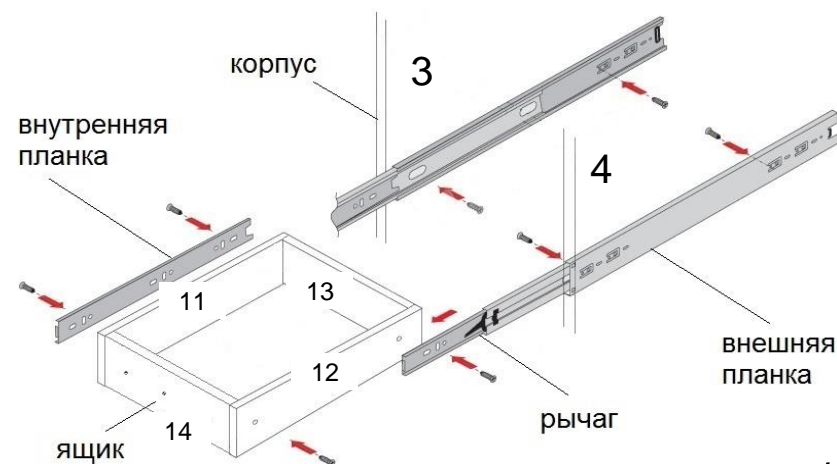

рис. 1
- 1 Возьмите направляющую (д) и потяните до полного выдвижения. Нажмите на рычаг вниз (рис. 1) и отделите внутреннюю планку. Внешние неподвижные планки закрепите шурупами (л) к внутренней левой 3 и внутренней правой 4 стойкам тумбы в отмеченных точках. Также закрепите внутренние планки к левой 11 и правой 12 боковинам ящиков.